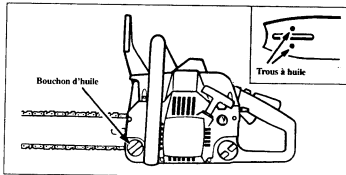

Figure 15
- b. Posez la tronçonneuse sur le côté, avec le bouchon d'huile vers le haut. Repérez le bouchon d'huile, Figure 15.